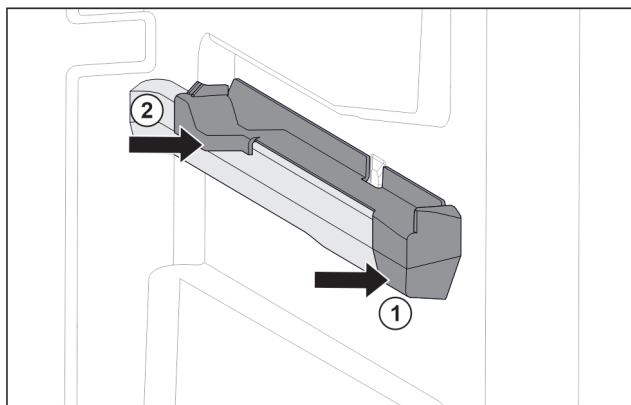

Fig. 154 Elemento inseribile sulla nervatura destra del contenitore
- ▶ Posizionare l'elemento inseribile sulla parte anteriore della nervatura del contenitore. Fig. 154 (1)
- ▶ Premere l'elemento inseribile sulla parte posteriore. Fig. 154 (2)